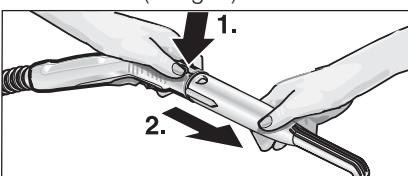

Fig. 5: Ta av tilbehørsdelen
- Når du skal ta av tilbehørsdelen, trykker du på åpneknapptene (C2 og G3), og trekker delene fra hverandre (se fig. 5).